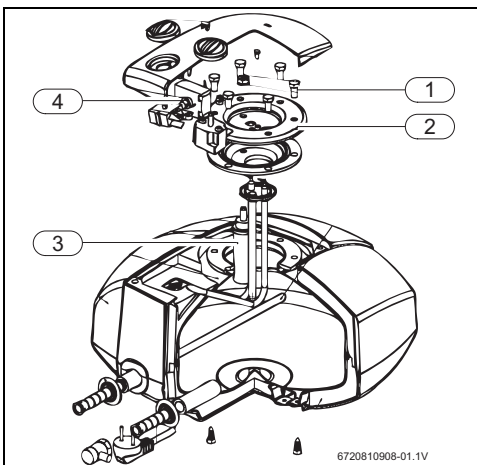

Рис. 14 Доступ во внутреннее пространство и обозначение деталей
- ▶ Отверните крепёжные винты фланца (→ рис. 14, [1]).
- ▶ Снимите фланец (→ рис. 14, [2]).
- ▶ Проверьте магниевый анод (→ рис. 14, [3]). Магниевый анод подлежит замене не реже 1 раза в год.
- ▶ Полностью нажмите кнопку разблокировки (→ рис. 14, [4]).